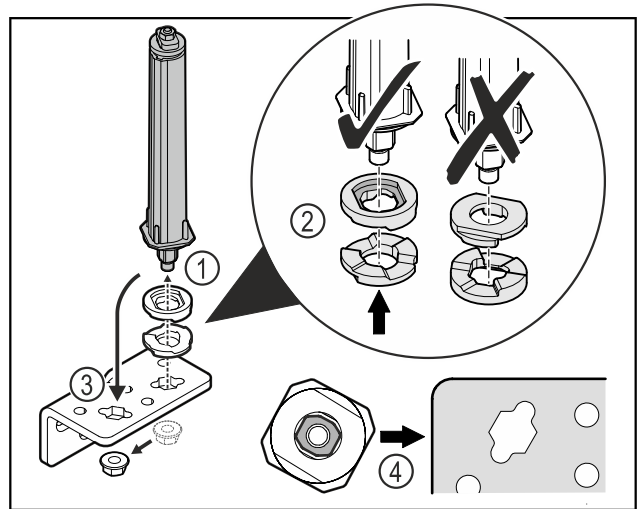

Fig. 41
- ▶ Moer losmaken en deursluitsysteem verwijderen Fig. 41 (1).
- ▶ De correcte uitlijning van de hoogte-instelschijven in acht nemen Fig. 41 (2).
- ▶ Deursluitsysteem in de scharnierhoek verplaatsen en met de moer vastzetten Fig. 41 (3).
- ▶ Bij het plaatsen de correcte uitlijning van het deursluit-systeem in acht nemen Fig. 41 (4).